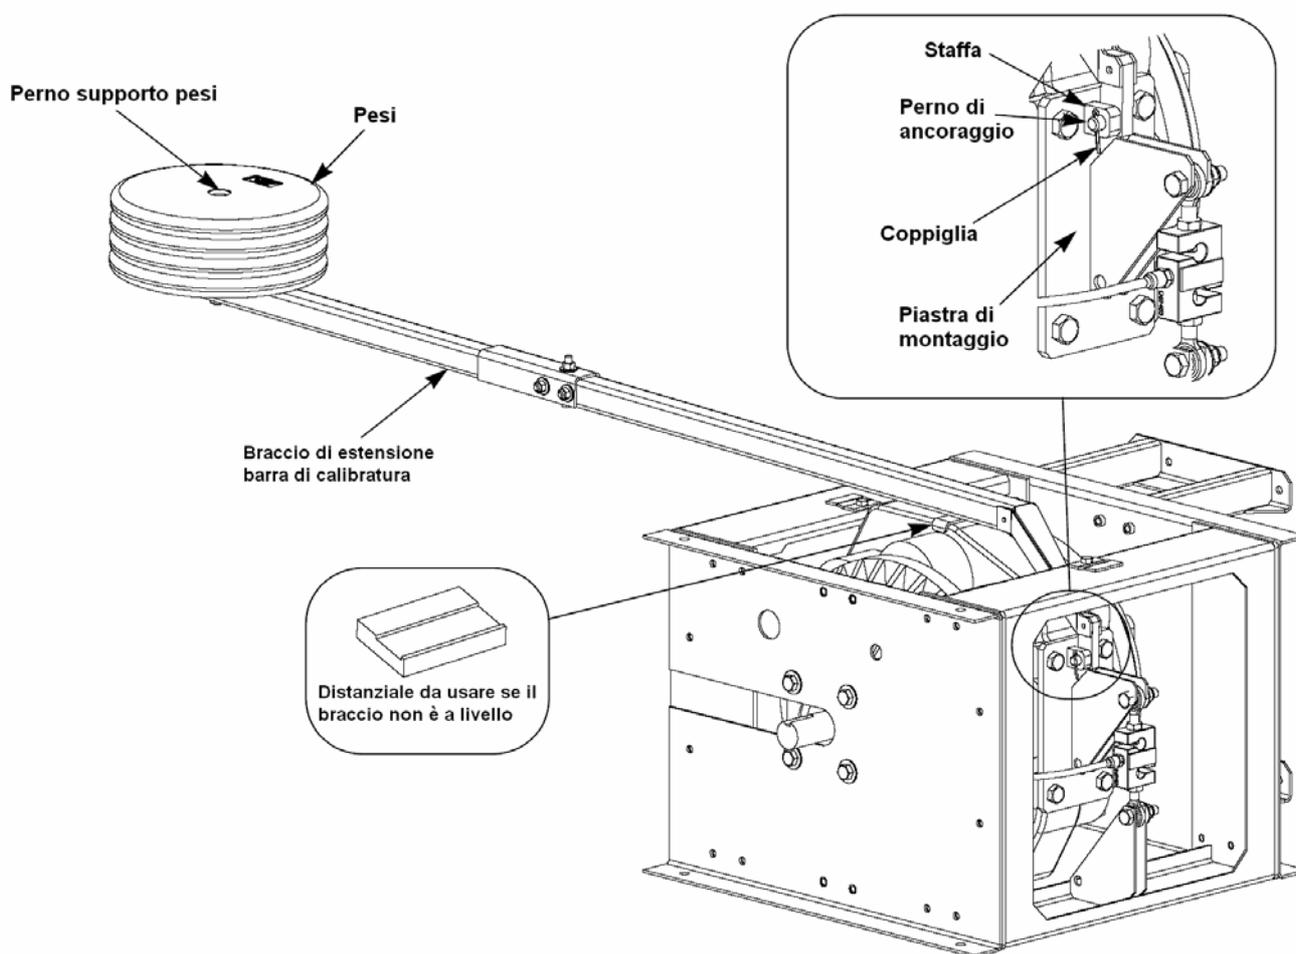

Figura A-5: Montaggio dei bracci di Calibratura e dei pesi
- Montare il braccio di calibratura e i pesi. Fare riferimento al punto 7 e alla figura A-5 a pagina 4.